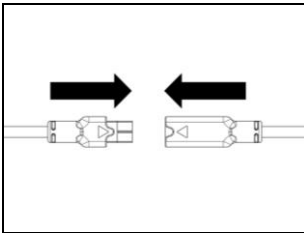

Fig. 9
- Connectez la batterie au câblage en respectant le sens des flèches (Fig. 9).